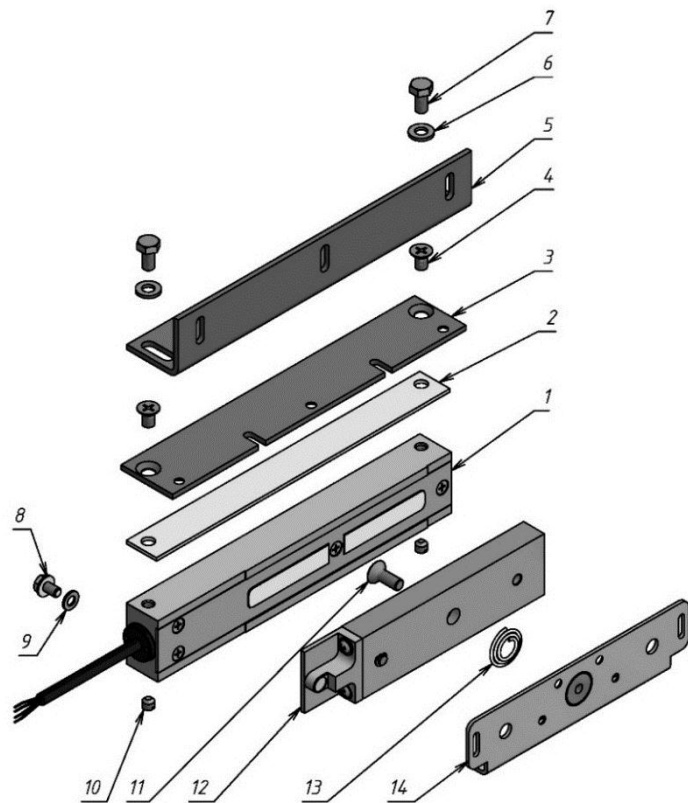

Рисунок 3 – Комплект поставки
Замок состоит из корпусной части и якорной части (рисунок 3). Для обеспечения эксплуатационных характеристик рабочие поверхности корпуса и якоря должны быть совмещены и плотно прилегать друг к другу при закрывании двери.
Корпус замка может крепиться при помощи угольника (5) или через монтажную пластину (3) (рисунок 3). Если позволяет конструкция места монтажа, допускается крепление непосредственно через крепежные отверстия в корпусе замка (резьба М6), длина винтов в этом случае определяется по месту, при этом в тело корпуса винты должны входить не более чем на 8мм.
- без отверстий в двери, с помощью монтажной пластины крепления якоря (12) (рисунок 3).